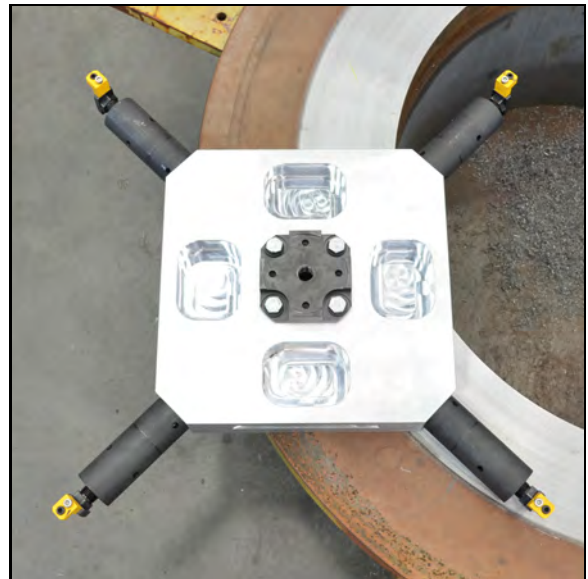

РИСУНОК 3-4. СОБРАННЫЙ ПАТРОН ДЛЯ УСТАНОВКИ НА ВД (ПОКАЗАН БОЛЬШОЙ ПАТРОН)
4. Соберите патрон для установки на ВД (рис. 3-4).